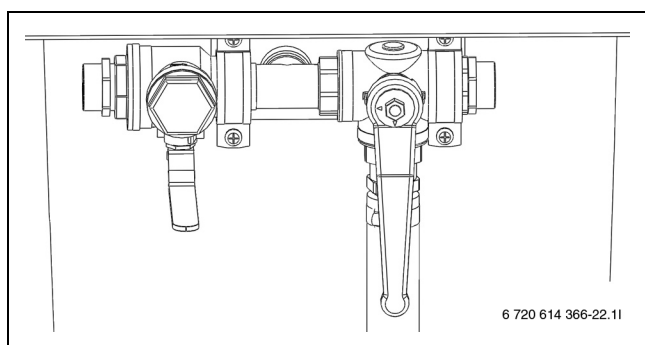

Fig. 15 Påfyllingsstasjon i blandevisjon
- Still ventilene til påfyllingsstasjonen på blandevisjon (→ fig. 15).